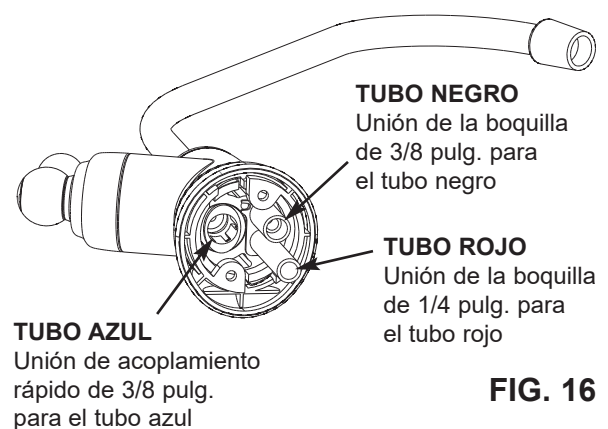

FIG. 16
10. Inserte toda la extensión en la unión de 1/4 pulg. de la boquilla del grifo en este último. Vea la Fig. 16.